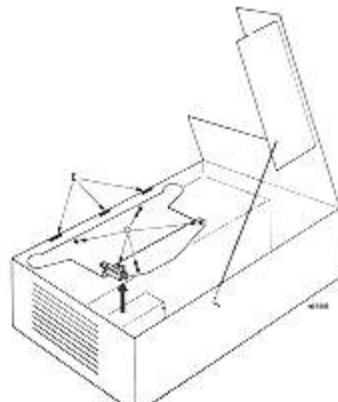

Fig. 2
- Um zu vermeiden, dass die Abdeckplatte zu schwingen anfängt sind auf der hinteren Zierleiste drei Gummistreifen E angebracht. Diese sollen auf ihrem Platz bleiben, wenn die Abdeckplatte wieder an ihren Platz gebracht wird (Fig. 2).
- Nachdem die 4 Schrauben B entfernt worden sind, lässt sich der vollständige Verstärkerteil nach rechts kippen. (Der Teil soll zunächst etwas gehoben werden). Mit Hilfe des Hakens, der am Boden des Gehäuses festgeklemmt ist, kann der Verstärkerteil in aufgeklapptem Zustand festgesetzt werden. Dazu wird der Haken in das Loch in der Kühlplatte der Endtransistoren gesteckt (Fig. 2).